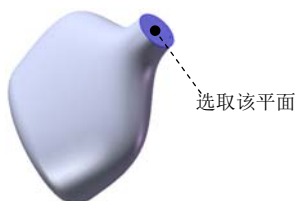
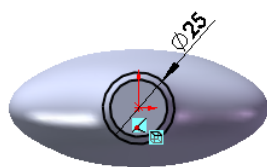

图 3.14.4 草绘基准面
图 3.14.5 绘制横断面草图
Step2. 定义创建的特征。选择下拉菜单 **插入(I) → 凸台/基体(B) → 拉伸(E)...** 命令；选取图 3.14.4 所示的平面作为草绘基准面，绘制图 3.14.5 所示的横断面草图；单击 按钮，采用系统默认深度方向的反向，在“拉伸”对话框 **方向1** 区域的下拉列表中选择 **给定深度** 选项，输入深度值 5.0；单击 按钮，完成拉伸特征的创建。